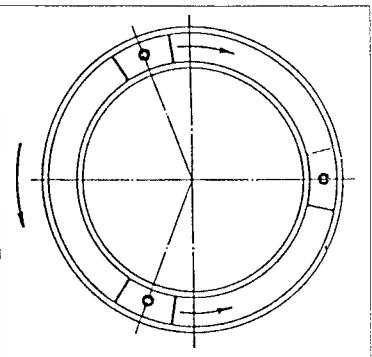

図1-16
- (6) 重心と90度の位置にバランス駒を2個取り付ける。
- (7) 重心を真横にして砥石から静かに手をはなす。
- (8) 重心側が重い場合は、バランスピースを重心と反対方向に同じ量だけ少しづつ動かす(図1-16)。
- (9) 重心側が軽い場合はバランスピースを重心側に同じ量だけ少しづつ動かす。